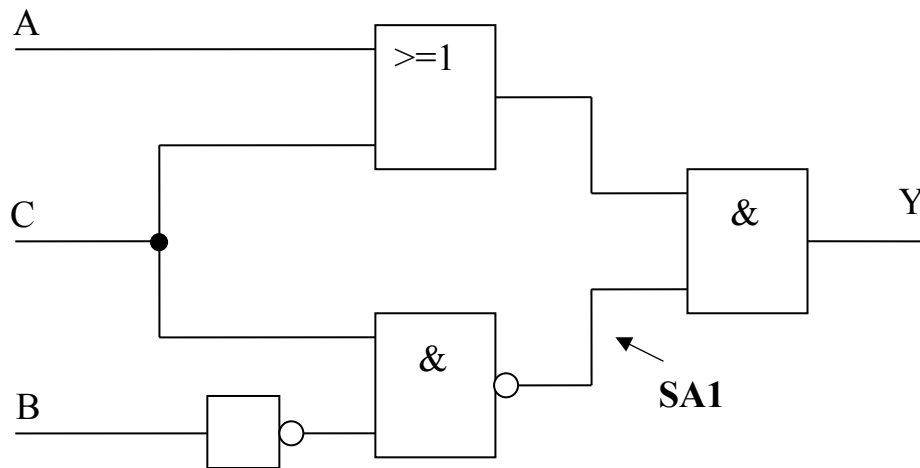

Abbildung 2.1
Gegeben ist die Schaltung in Abbildung 2.1. Arbeiten Sie mit dem single-Stuck-at Fehlermodell.
- (c) In Abbildung 2.1 ist ein Knoten mit „SA1“ gekennzeichnet. Ermitteln Sie alle Testvektoren die geeignet sind, diesen Fehler zu entdecken. Bezeichnen Sie die dazu nötigen Schritte.